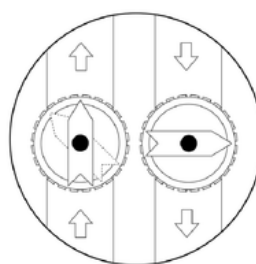

Bild 2
4. Öppna ventil för inkommande vatten sakta tills vattnet rinner i ett jämnt flöde genom backspolningslangen. Se bild 2.